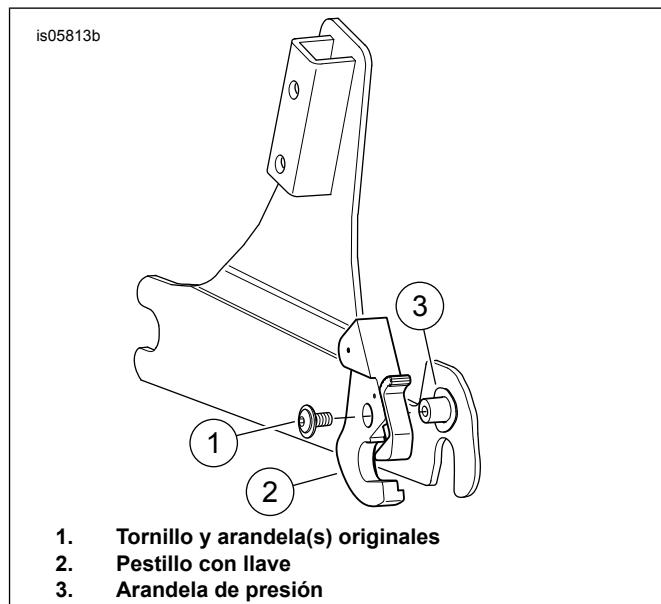

Figura 7. Instalación interior derecha (relieve oculto)
Kit de rejillas individual	Vea la Figura 7, instalación interna derecha (alivio oculto)
1. Vea Figura 7 . Retire el pestillo derecho sin bloqueo. Deje la arandela de presión derecha (5) en el buje de montaje derecho.